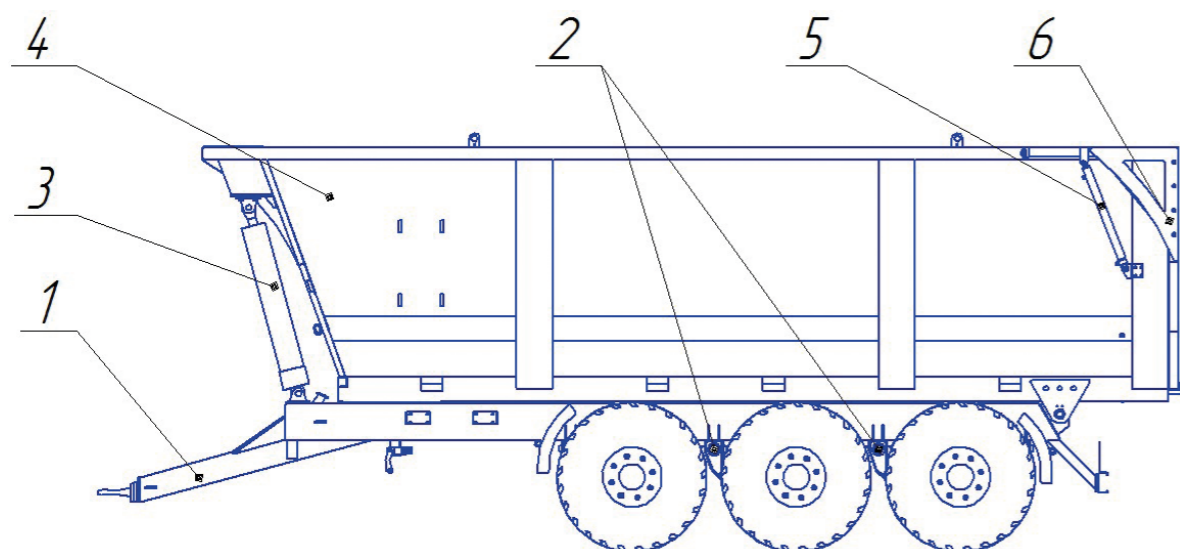

Рис. 1
4.1 **Самосвальный полуприцеп ПС-25Б** (Рис. 1) состоит из рамы с дышлом и прицепным устройством, системы подвески «Тридем», кузова с опрокидывающим механизмом кузова и гидрофицированным задним бортом, рабочей и стояночной тормозных систем, системы электрооборудования и гидросистемы опрокидывающего механизма.